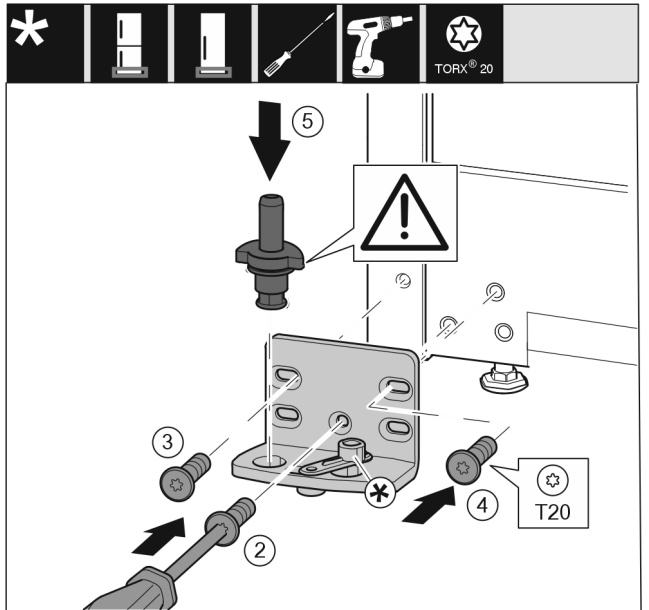

Fig. 16
- ▶ Coloque el soporte del cojinete en el otro lado y atorníllelo con un destornillador. Comience con el tornillo Fig. 16 (2) en la parte inferior central.
- ▶ Atornille el tornillo Fig. 16 (3) y el tornillo Fig. 16 (4).
- ▶ Inserte completamente los pernos del cojinete Fig. 16 (5). Asegúrese de que la leva de bloqueo apunte hacia atrás.